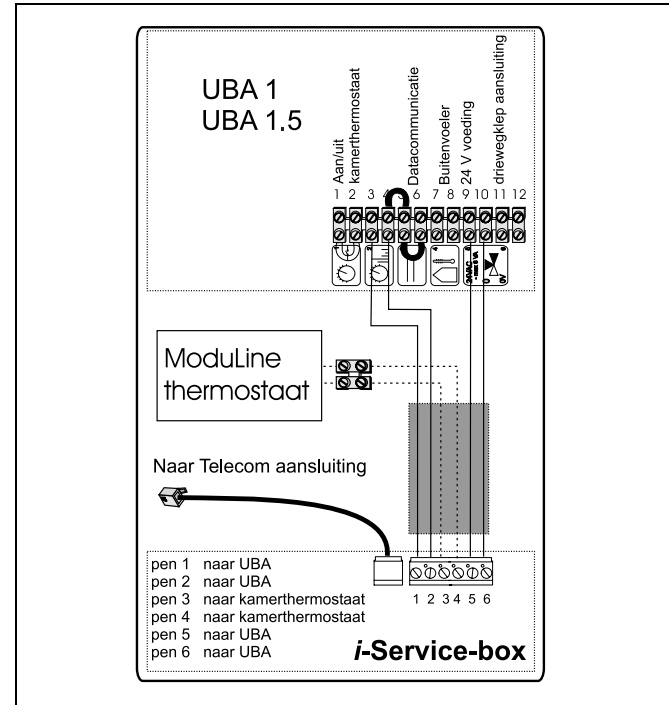

fig. 5 Aansluitschema UBA1 en UB1.5
Voor een UBA1- of UBA1.5-toestel (zie fig. 5):
- Controleer aan de hand van het aansluitschema (fig. 5 en 8) of de i-Service-box correct is aangesloten.